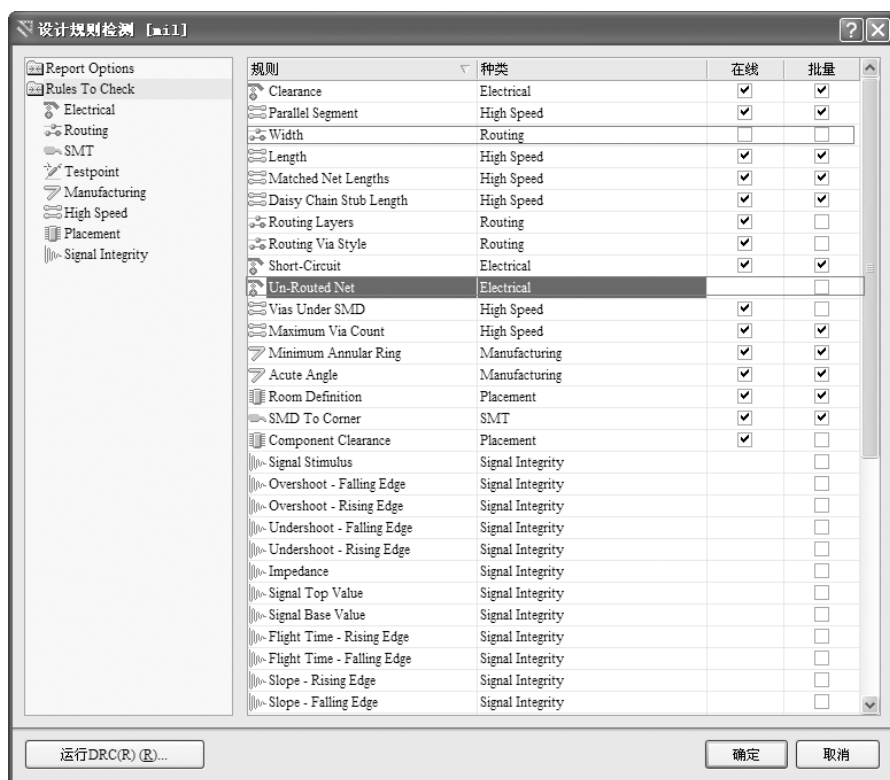

图 10-5 “Rules To Check” 页面
在“设计规则检测”对话框左侧的列表中单击“Rules To Check”（检查规则）页面，即可显示所有可进行检查的设计规则，其中包括了 PCB 制作中常见的规则，也包括了高速电路板设计规则，如图 10-5 所示。例如，线宽设定、引线间距、过孔大小、网络拓扑结构、元件安全距离、高速电路设计的引线长度、等距引线等，可以根据规则的名称进行具体设置。在规则栏中，通过“在线”和“批量”两个选项，用户可以选择在线 DRC 或批处理 DRC。
通过批处理 DRC，用户可以在设计过程中的任何时候手动一次运行多项规则检查。在如图 10-5 所示的列表中我们可以看到，不同的规则适用于不同的 DRC。有的规则只适用于在线 DRC，有的只适用于批处理 DRC，但大部分的规则都可以在两种检查方式下运行。
5) 在如图 10-5 所示的规则列表中，禁止其中部分规则的“批量”选项。禁止项包括 Un - Routed Net（未布线网络）和 Width（宽度）。
- 3) 在如图 10-5 所示的规则列表中，将部分“批量”选项中被禁止的规则选中，允许其进行该规则检查。选择项必须包括 Clearance（安全间距）、Width（宽度）、Short - Circuit（短路）、Un - Routed Net（未布线网络）、Component Clearance（元件安全间距）等，其他选项采用系统默认设置即可。